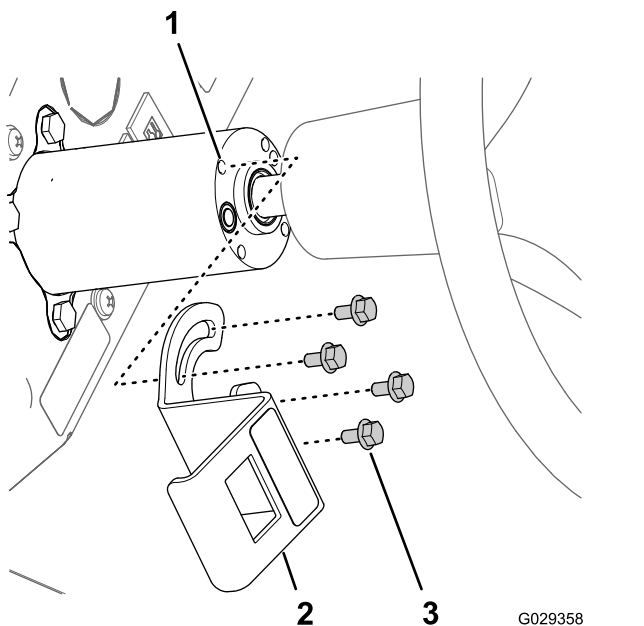

图 208
- 将泡沫控制开关安装支架上的插槽与转向塔中的 4 个螺纹嵌入件对齐 图 208。
3. 将8插槽接头穿过支架上的开口连接至3位宽柄开关泡沫控制开关后部的插脚上 图 208。